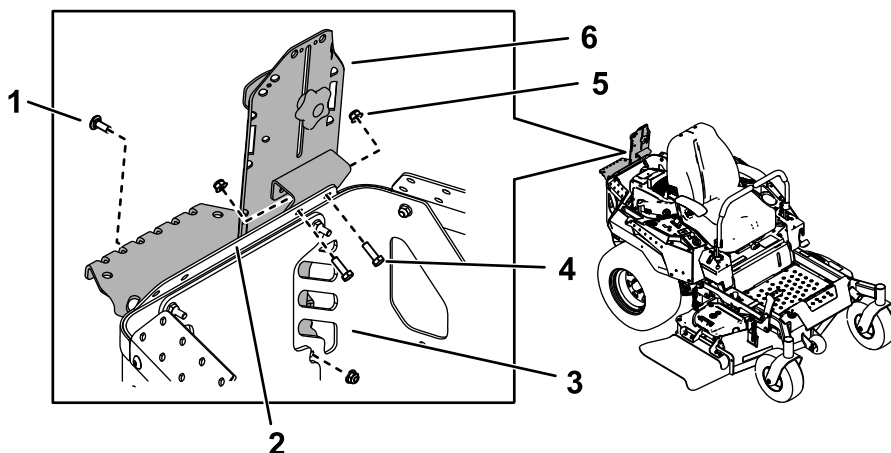
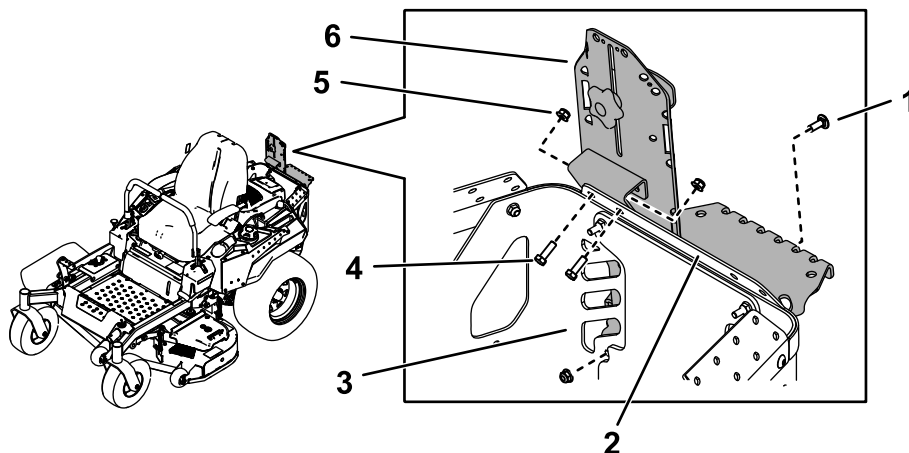

Figura 15
Figura 16
1. Sujete el conjunto del soporte al protector superior trasero usando 2 pernos (5/16" x 1") y 2 tuercas (5/16"), según se muestra en Figura 15 o Figura 16.
3. Fije la parte inferior del soporte principal al protector trasero del motor con 1 perno de cuello cuadrado (5/16" x 7/8") y 1 tuerca (5/16"), tal y como se muestra en la Figura 15 o en la Figura 16.